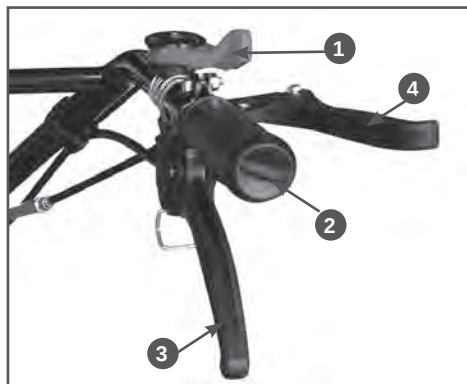

Рис. 14 Правая рабочая рукоятка
3. Рычаг газа 1 (Рис.14) переведите в положение минимальных оборотов двигателя по часовой стрелке.
- Рычаг газа 1 (Рис.14) переведите в положение минимальных оборотов двигателя по часовой стрелке.
Рычагом газа 1 (Рис. 14) регулируйте скорость движения мотоблока.